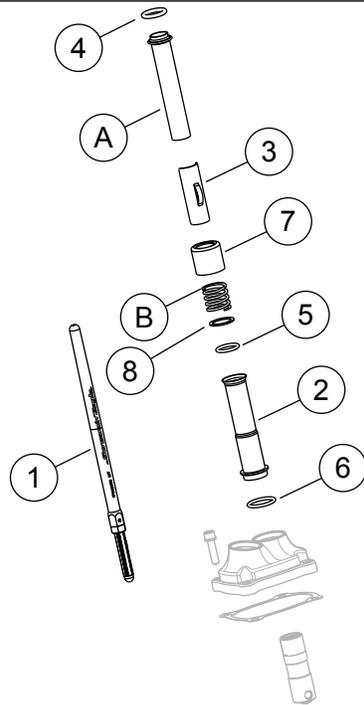

Figura 5. Piezas de repuesto
Vea Figura 5 y Tabla 1.
- Vea Figura 3 y Figura 5. Instale las varillas de empuje de admisión en las cubiertas de la varilla de empuje. Reemplace los o-rings, la cubierta inferior de la varilla de empuje y el fijador de la cubierta del resorte con los componentes nuevos suministrados en el kit. Asegúrese de que el extremo ajustador de la varilla de empuje esté hacia abajo.